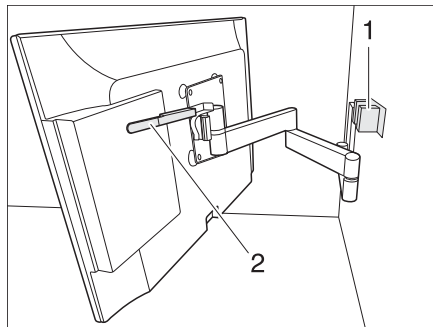

Bild 59 Fäste med ledad arm
- Tryck spaken (Bild 59,1) nedåt för att lossa den platta bildskärmen ur spärren (Bild 59,1). Släpp spaken.